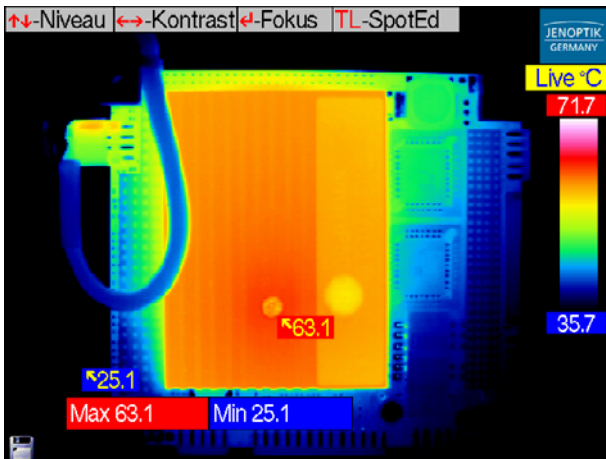
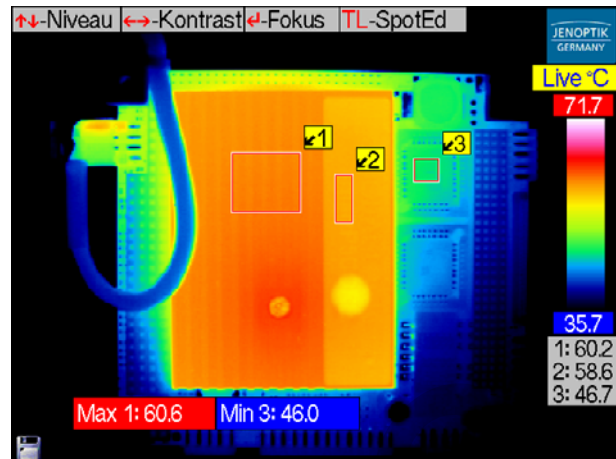

Abb. 126 Einblendung des visuellen Alarms bei Über- und Unterschreitung (U/D) der Schwellen im gesamten Thermobild
Abb. 127 Einblendung des visuellen Alarms durch Überschreitung der Schwelle in Messfeld 1 und Unterschreitung der Schwelle in Messfeld 3
- **"V"** Visuelle Anzeige – blendet eine Anzeige für den jeweiligen Zustand ein (vgl. Abb. 126, vgl Abb. 127)